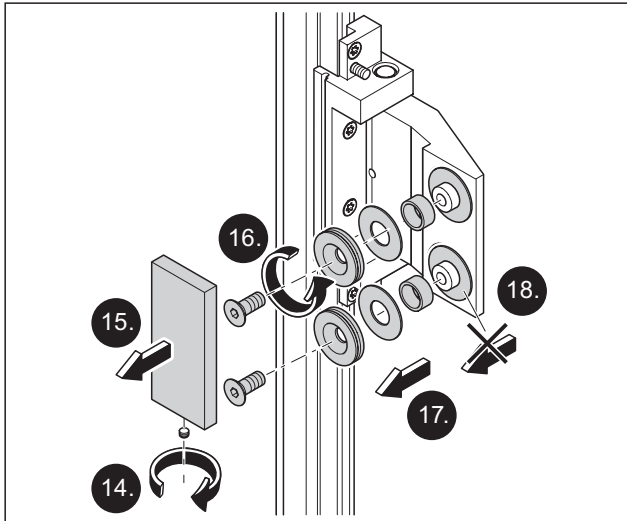

Abb. 40 Die Türbänder für Türmontage vorbereiten.
14. Den Gewindestift der Blende herauschrauben (Abb. 40).